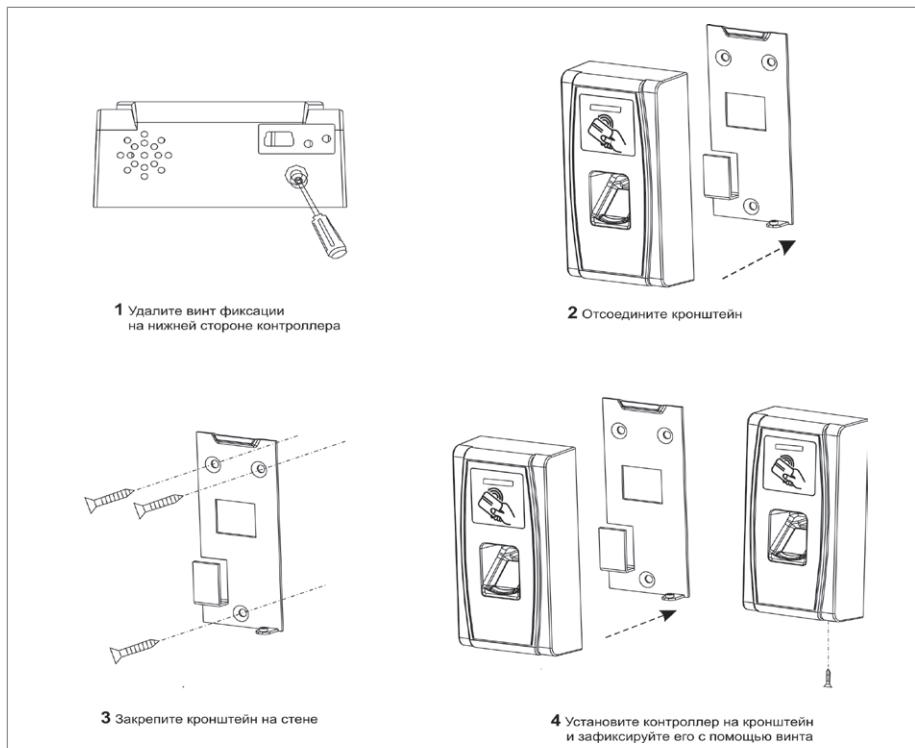

Рисунок 17. Последовательность монтажа контроллера
4. Удалите винт фиксации в нижней части контроллера и отсоедините кронштейн, аккуратно потянув кронштейн на себя и вверх (см. рисунок 17, пп.1 и 2).
6. Закрепите шурупами кронштейн на стене, подложив под него резиновую прокладку, с помощью шурупов, входящих в комплект поставки (см. рисунок 17, п.3).
7. Навесьте контроллер на кронштейн и закрепите контроллер на кронштейне при помощи винта фиксации и отвертки «звездочка» (см. рисунок 17, п.4). ВНИМАНИЕ! Для закрепления контроллера на кронштейне используется винт под отвертку T10 «звездочка», что является одним из способов защиты от несанкционированного доступа. Во избежание возможности несанкционированного доступа рекомендуется использовать винт из комплекта поставки.